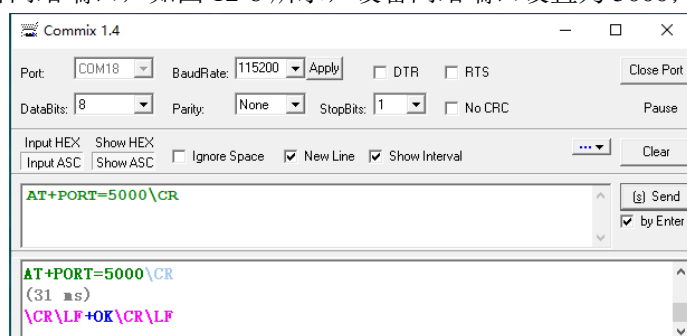

图 12-6 设备网络端口设置界面
4) 设置设备网络端口, 如图 12-6 所示, 设备网络端口设置为 5000;